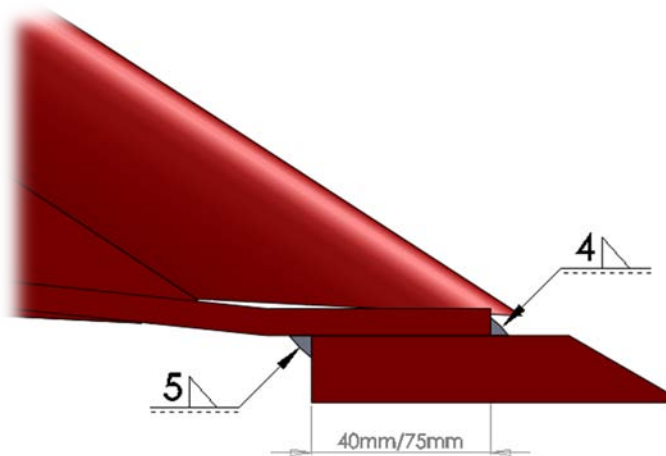

Figure 3.3.1- Chevauchement de la lame et du godet hydraulique
- b) Le chevauchement de la lame et du godet doit être de 40mm pour les lames en acier au manganèse de 80mmx15mm et de 75mm pour les lames en acier au bore de 150mmx20mm. (Voir Figure 3.3.1)